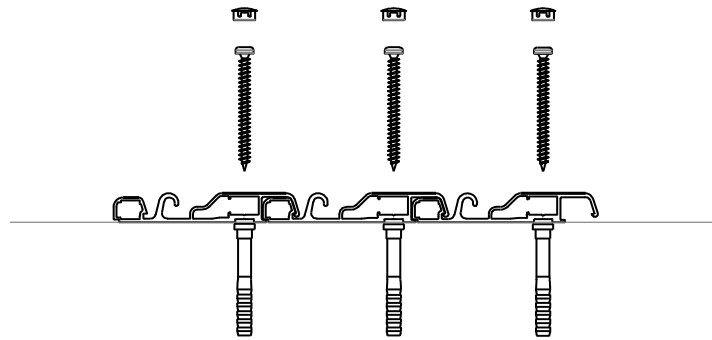

Bild 104
1.8. Schienenmontage (Bild 104)